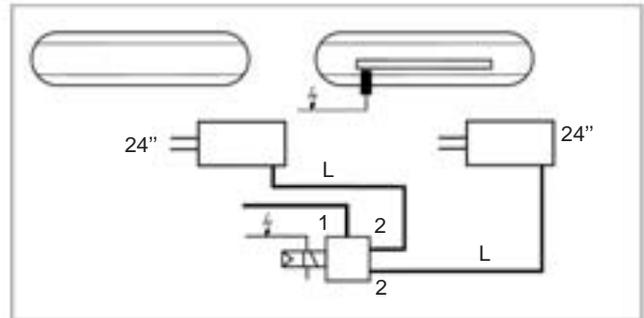
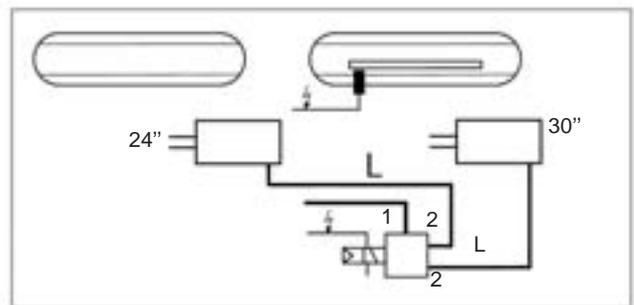

Fig. 6 O comprimento L para cada câmara de freio deve de ser idêntico.
Fig. 7 Nas câmaras de freio de tamanhos diferentes: Selecionar um L mais comprida para a câmara menor.
- A tubulação de um modulador ABS para várias câmaras de freio de tamanho igual a um lado do veículo devem ter o mesmo comprimento e a mesma seção (fig. 6). Caso haja cilindros de diferentes tamanhos, deve-se usar um comprimento L do tubo mais longo para o cilindro menor. (Fig. 7).